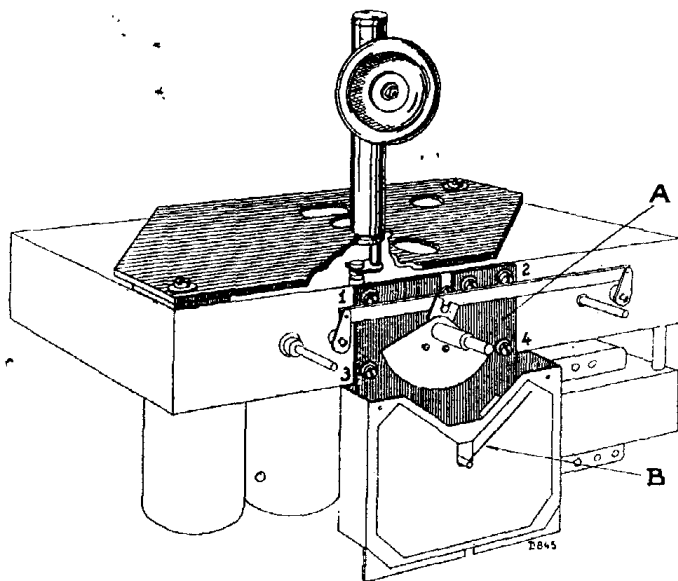

Fig. 7
3. Une plaque de réglage avec pincettes de réglage (fig. 7).
2. Mettre la plaque de réglage (fig. 7, repère A) dans la position médiane.